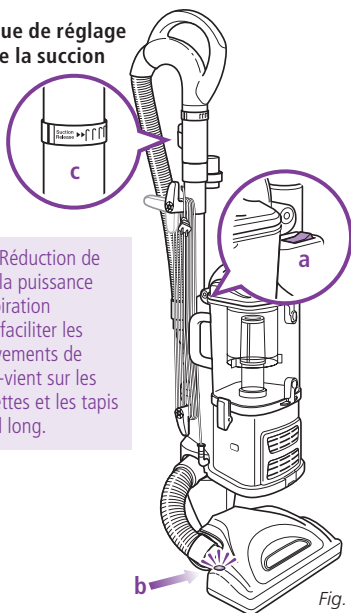

Fig. 11
- 3 Faites glisser l'interrupteur d'alimentation (« ON/OFF ») (a) à la position « I » pour passer l'aspirateur sur des planchers nus (suction droite) ou à la position « II » pour activer la brosse à plancher motorisée (pour le nettoyage des tapis et des carpettes). (Fig. 11)
⚠ IMPORTANT : Le voyant lumineux de la brosse à plancher motorisée (b) sera vert lorsque la brosse est activée; le voyant devient rouge lorsque l'appareil détecte une obstruction ou un blocage. (Fig. 11) Cette fonction est conçue pour protéger la courroie permanente qui actionne la brosse à plancher motorisée. Consultez la section Détection des obstructions à la page 31.
- 5 **À cause de la succion très puissante de cet aspirateur, il est parfois nécessaire d'ajuster la baguette de réglage de la succion située sur le manche. (Fig. 11) S'il est difficile de pousser ou de tirer l'aspirateur ou si la succion soulève les carpettes, réglez la baguette de réglage de la succion en faisant tourner de 90° dans le sens contraire des aiguilles d'une montre afin d'ouvrir la soupape. Faites tourner la baguette de réglage de la succion dans le sens des aiguilles d'une montre afin de fermer la soupape pour augmenter la puissance d'aspiration et nettoyer les planchers.**